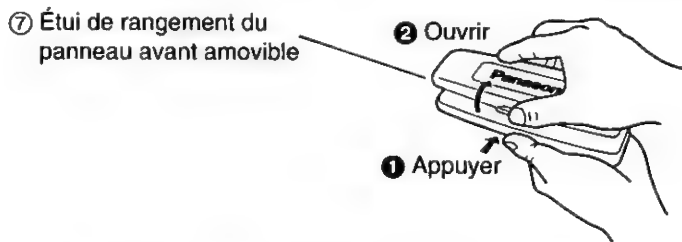

Fig. 6
- ④ Comme illustré à la figure 6, appuyer légèrement sur le bas de l'étui et ouvrir le rabat supérieur. Ranger le panneau dans l'étui. Le panneau peut alors être transporté en toute sécurité.